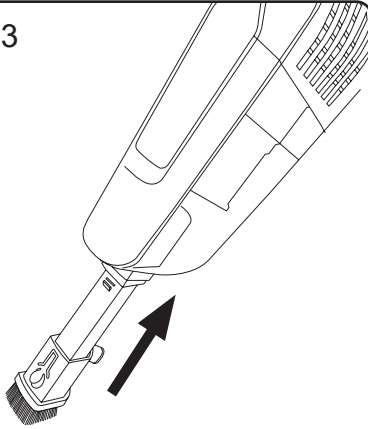

Fig.3b
- Tiene que fijar el depósito de agua a la parte trasera de la zapata del aspirador hasta oír un “click” y presionar la el botón para abrir el paso al agua. (Fig.3b)